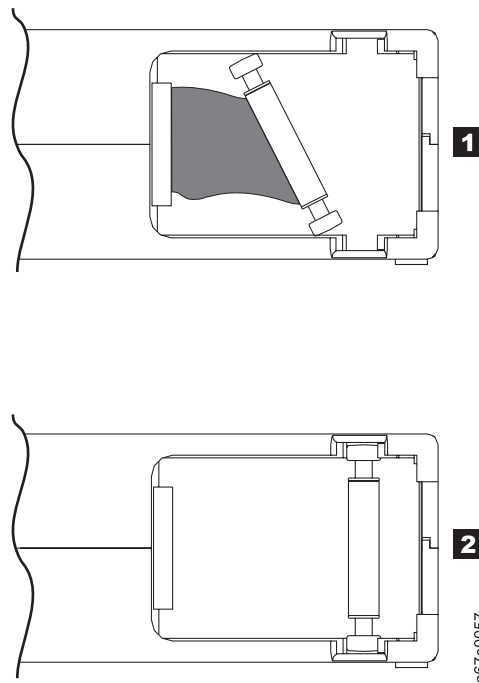

Figura 8-8. Eje de guía en las posiciones incorrecta y correcta. La puerta del cartucho está abierta y se ve el eje de guía en su interior.
Figura 8-8 en la página 8-13). Si el eje de guía no se encuentra en su ubicación correcta, consulte el apartado “Colocación correcta o reacoplamiento de un eje de guía” en la página 8-13.
- Compruebe que el eje de guía esté insertado correctamente (2 en la Figura 8-8 en la página 8-13).
Ejemplo: colocación incorrecta del eje de guía (vea la Figura 8-8 en la página 8-13)
Un eje de guía que esté mal colocado en su cartucho puede interferir en las operaciones de la unidad. La Figura 8-8 muestra un eje de guía en las posiciones incorrecta (**1**) y correcta (**2**).